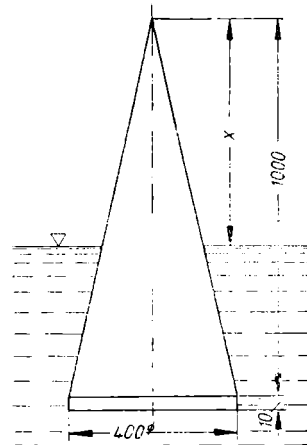

Bild 231
46. Ein Kegel von 400 mm Grundkreisdurchmesser und 1000 mm Höhe (Bild 231) aus Holz von der Dichte 0,6 kg/dm³ trägt an seiner Grundfläche eine zylindrische Blechscheibe von 10 mm Dicke aus Flußstahl von der Dichte 7,85 kg/dm³. Gesucht wird a) das Gesamtgewicht des Körpers; b) die Höhe x , um die der schwimmende Körper aus dem Wasser herausragt.